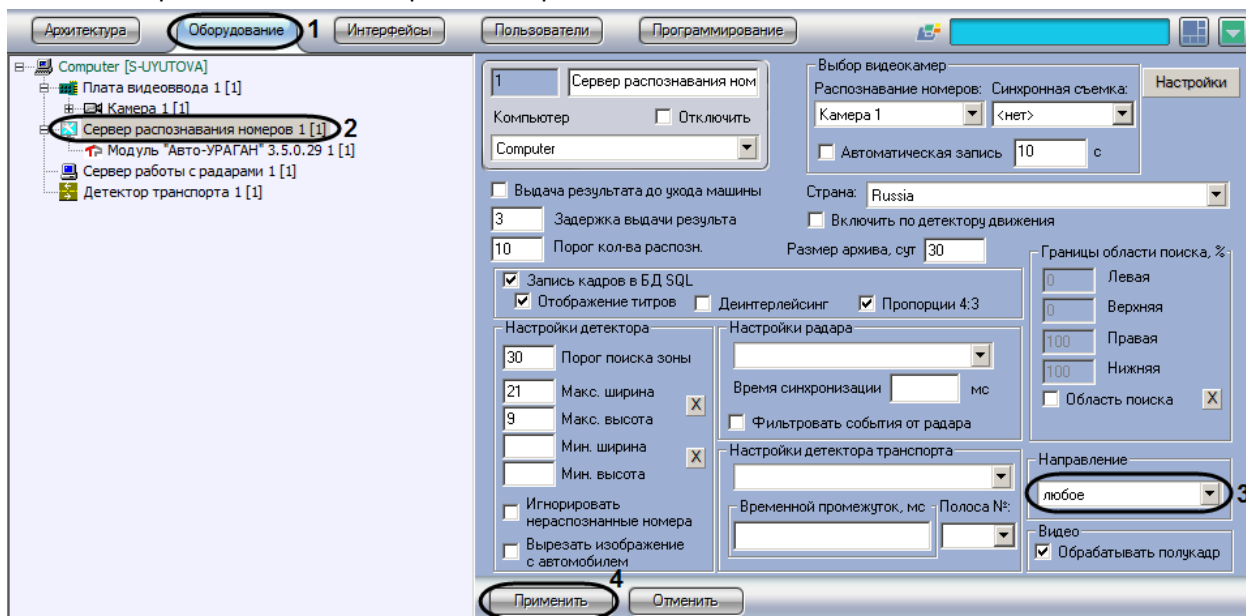

Рис. 7.2—25. Выбор направления движения транспорта для распознавания номерных знаков
1. В диалоговом окне «Настройка системы» перейти на вкладку «Оборудование» (см. Рис. 7.2—25, 1).
распознавания номеров», Рис. 7.2—25, 2). В правой части вкладки «Оборудование» отобразится панель настройки выбранного объекта.
3. Выбрать из списка направление движения транспорта относительно видеокамеры, в котором требуется вести распознавание номеров (см. Рис. 7.2—25, 3).
4. Нажать кнопку «Применить» (см. Рис. 7.2—25, 4).